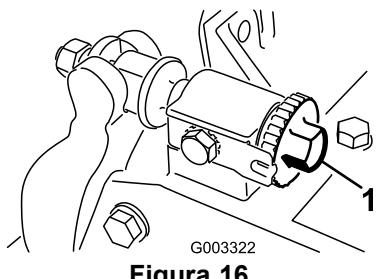
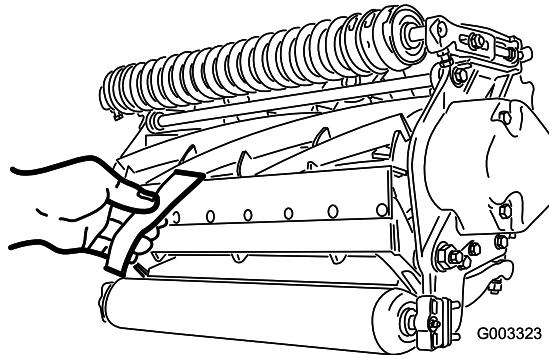

Figura 16
Figura 17
1. Coloque la máquina en una superficie de trabajo plana y nivelada. Asegúrese de eliminar el contacto con el molinete girando los tornillos de ajuste de la barra de asiento en el sentido contrario a las agujas del reloj (Figura 16).
**Importante:** Asegúrese de que las tuercas de los extremos de los tornillos de ajuste de la barra de asiento no están apoyadas en la superficie de trabajo (Figura 16).
3. En un extremo del molinete, inserte una tira de papel de periódico entre el molinete y la contracuchilla (Figura 17). Mientras gira el molinete lentamente hacia adelante, gire en el sentido de las agujas del reloj el tornillo de ajuste de la barra de asiento (Figura 16) (en el mismo extremo del molinete), un clic a la vez, hasta que el papel quede ligeramente aprisionado cuando se inserta desde delante, paralelo a la contracuchilla. Se notará una ligera resistencia al tirar del papel.
5. Cuando termine el ajuste, compruebe si el molinete 'pellizca' un papel cuando se inserta desde delante, y si corta el papel cuando se inserta perpendicular a la contracuchilla (Figura 17). Debe ser posible cortar el papel con un contacto mínimo entre la contracuchilla y las cuchillas del molinete. Si se nota una resistencia excesiva del molinete, será necesario afilar o amolar la unidad de corte para conseguir los filos necesarios para un corte de precisión (consulte el Manual de afilado de molinetes de Toro (Sharpening Reel and Rotary Mowers, Impreso N° 80-300PT)).